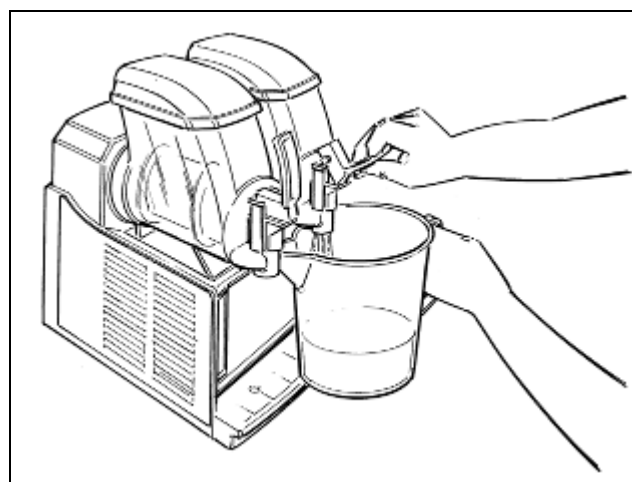

Fig. 3
- **S**vuotare la vasca e ripetere le stesse operazioni finché dalla stessa non esce acqua limpida (fig.3).